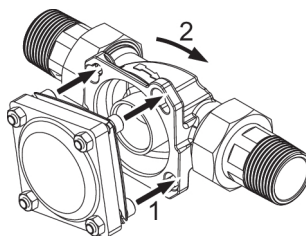
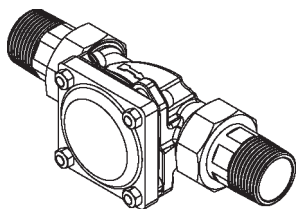

Abb. 4: Gerät ansetzen und einrasten
Abb. 5: Geräteanschluss eingerastet
1. Die Köpfe der vier Flanschschrauben durch die Bajonettbohrungen am Einbaudrehflansch stecken (siehe Abbildung 4).
2. Das Gerät im Uhrzeigersinn bis zum Anschlag drehen (siehe Abbildung 4 und Abbildung 5).